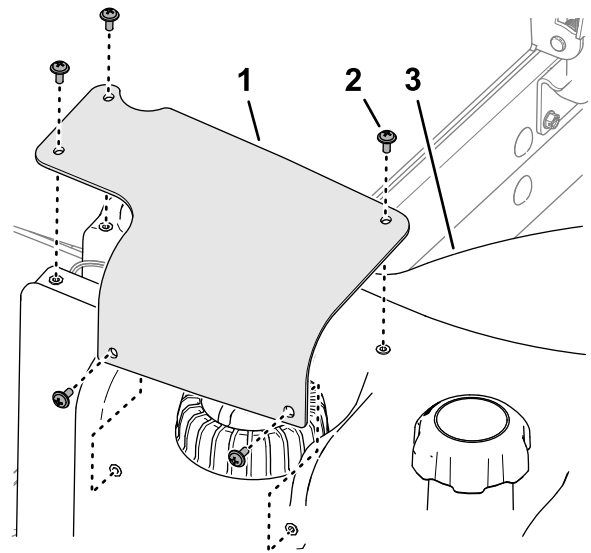

図 96
- 7. 燃料センダのカバーについている穴を燃料タンクの穴に合わせ、プラスねじ5本でカバーをタンクに取り付ける 図 96。